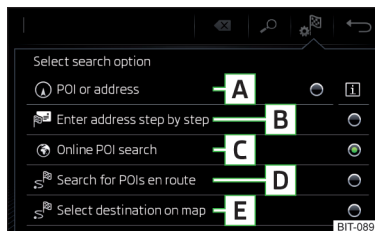

Fig. 208
Touches de fonction » fig. 208
- Puis sélectionnez l'une des options de recherche de destination **A**, **C** ou **D** » fig. 208 à la page 188.
- Appuyez ensuite sur la touche de fonction \mathbb{F} → **E** » fig. 208 à la page 188.